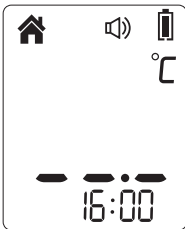

Abbildung 3
1. Drücken Sie die *Messtaste*, um das Thermometer einzuschalten. Sie können die Objekttemperatur messen, nachdem Sie in den Messmodus umgeschaltet haben. (siehe Abbildung 3)